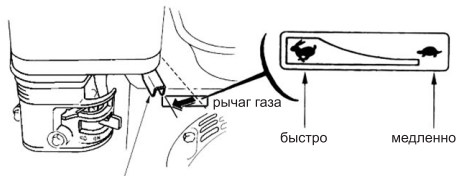

Рис.32
- Переведите рычаг газа (Рис. 32) на 1/3 хода в сторону положения максимальных оборотов двигателя (обозначение зайца на наклейке — максимальные обороты, черепахи — холостые обороты).
3. Переведите рычаг газа (Рис. 32) на 1/3 хода в сторону положения максимальных оборотов двигателя (обозначение зайца на наклейке максимальные обороты, черепахи холостые обороты).